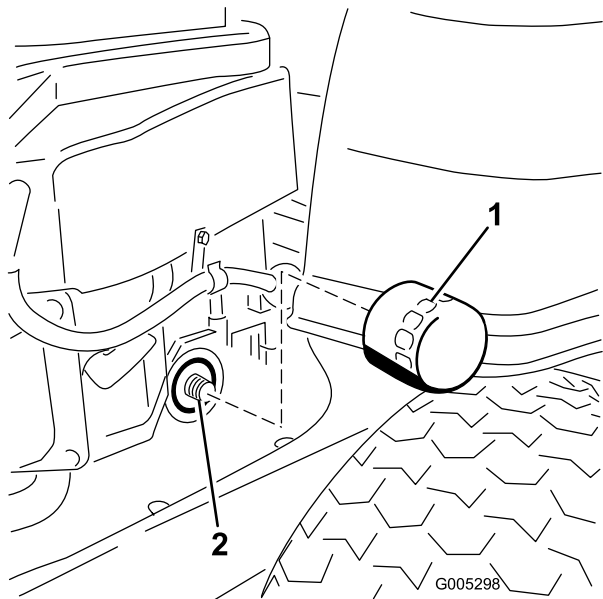

Figura 31
- Localice el filtro de aceite situado en el lado derecho del motor. Retire el filtro usado y limpie con un paño limpio el adaptador del filtro (Figura 31).
- Instale el filtro de aceite nuevo en el adaptador. Gire el filtro de aceite en el sentido de las agujas del reloj hasta que la junta de goma entre en contacto con el adaptador, luego apriete el filtro de 3/4 a una vuelta más (Figura 31). Limpie cualquier exceso de aceite del bastidor.